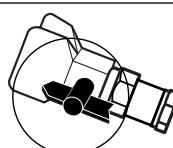

Figure 12- Buse Dans La Position De Pulvrisation
15. Une fois que la peinture pure s'écoule de la buse, tourner la buse à la position "Spray" Pulvérise. Le système est maintenant prêt à utiliser (Voir Figure 12).